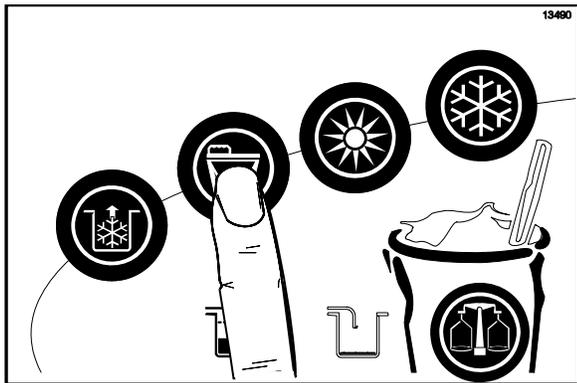

Figura 159
11. Oprima el símbolo LAVADO . Esto hará que la solución desinfectante en el cilindro refrigerante entre en contacto con todas las áreas del cilindro refrigerante. (Vea la figura 159).